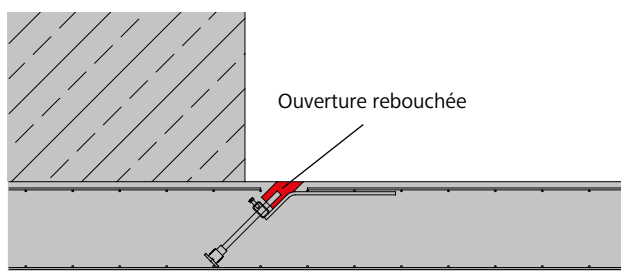

Fig. 30.5
Étape 5 : reboucher l'ouverture dans la dalle en béton armé en appliquant les mesures de protection contre la corrosion. (Fig. 30.5).